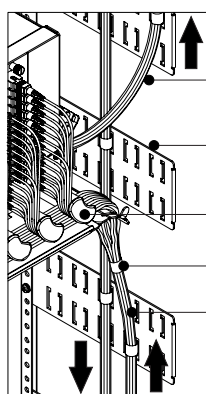

Figura 11B
4. Fixe os cordões unidos no primeiro suporte guia de cabo lateral (item 1) localizado logo abaixo do Sub-Rack utilizando o Velcro dupla face (veja figura 11B).